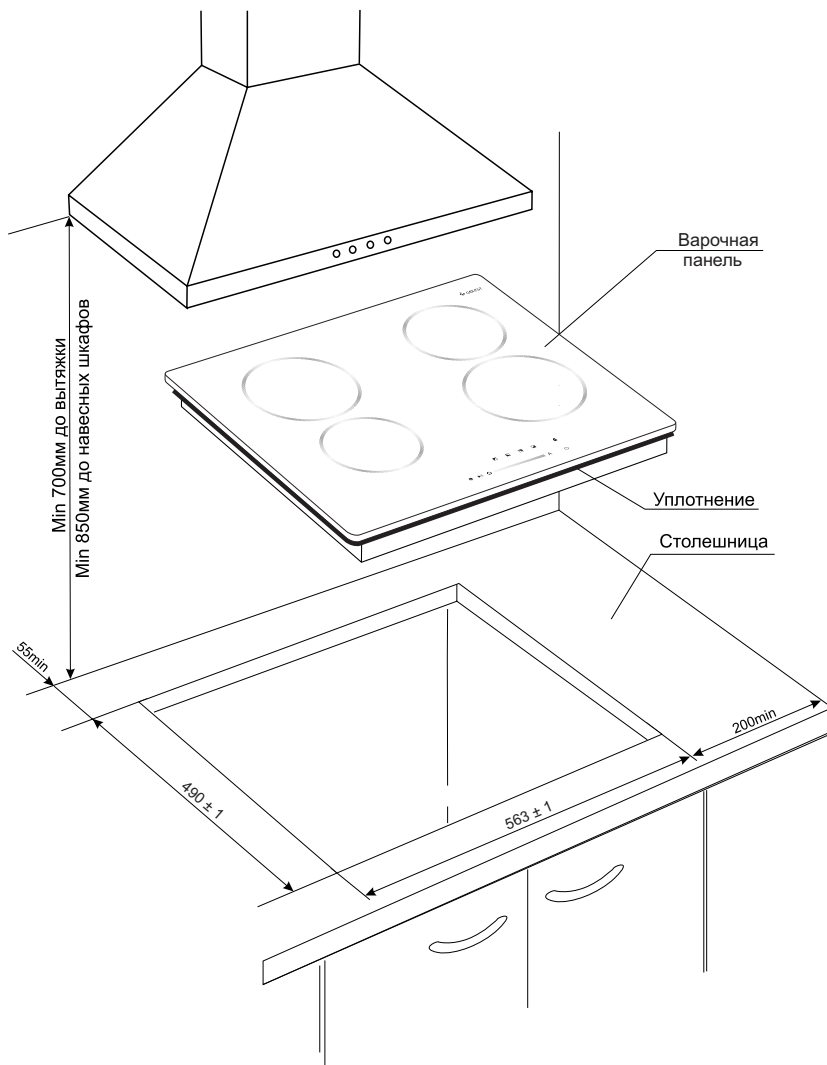

Рис. 5 Панель варочная СВН5461
1. Точно разметить на столешнице контур проема под варочную панель (рис. 5). Толщина столешницы - min 30 мм, max 50 мм.
3. По краю внутренней стороны стеклокерамической пластины приклеено уплотнение (рис. 5).